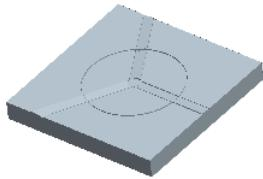
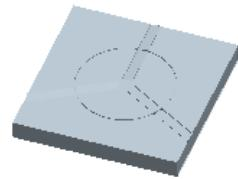

图 5.29 模型的下半部分变亮
图 5.30 模型的上半部分变亮
Step5. 在“体积块分割”操控板中单击 **体积块** 按钮，在“体积块”界面中单击 **1 体积块_1** 区域，此时模型的下半部分变亮，如图 5.29 所示，然后在选中的区域中将名称改为 **lower_vol**；在“体积块”界面中单击 **2 体积块_2** 区域，此时模型的上半部分变亮，如图 5.30 所示，然后在选中的区域中将名称改为 **upper_vol**。